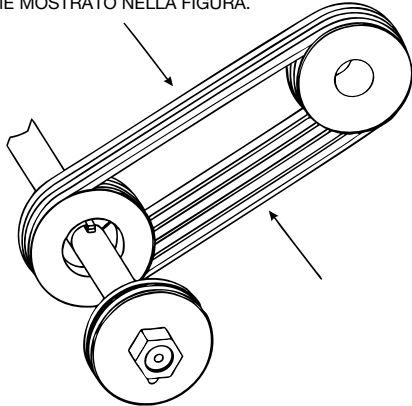

Figura 17. Tensione della cinghia trapezoidale
- Controllare la tensione della cinghia trapezoidale (figura 17), utilizzando un tensiometro (2,7-4,1 kg/6,0-9,0 lb) sulla cinghia interna a un punto medio fra le due pulegge o piegando la cinghia centrale a un punto medio di 10 mm (3/8") - 13 mm (1/2").